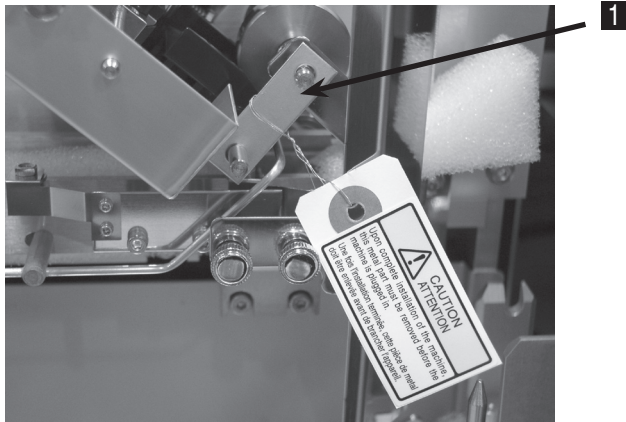

Bild 2-F
4. Entfernen Sie das Metallstück, das die zwei Rollen hält (**1** ,Bild 2-F).